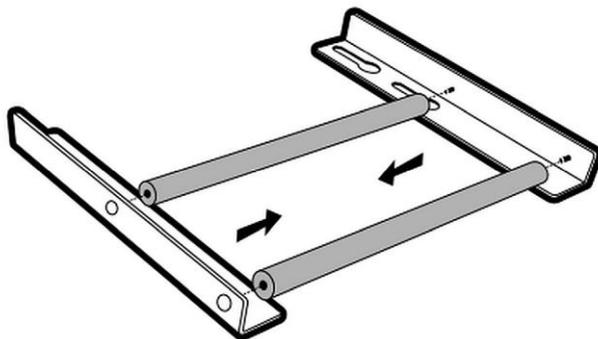

Fig. 2
1. Desaperte os quatro parafusos na parte de trás da máquina com 3 voltas completas (Fig. 2).